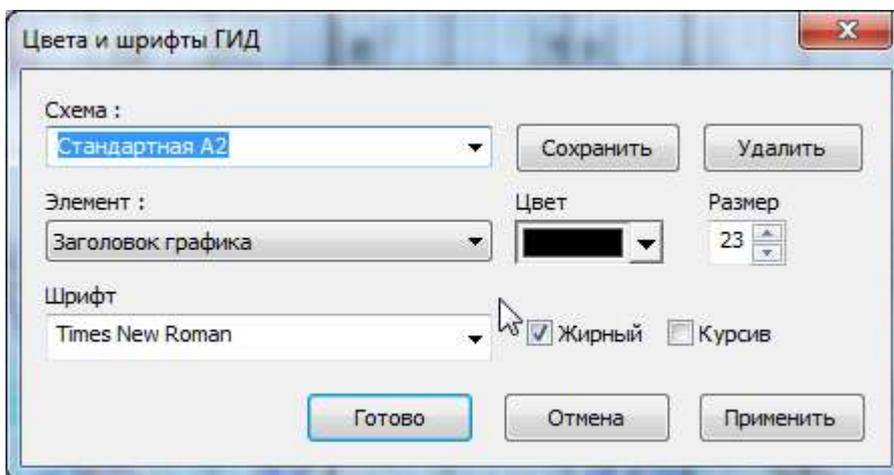

Рис.123. Окно настройки цветов и шрифтов ГИД для печати.
3. При необходимости нажав на кнопку «Цветовая схема» выбрать Схему для печати ГИД В окне Цвета и шрифты ГИД (см. рис.123). Схема для печати подготавливается и настраивается Администратором. Подробно работа с этим окном описана в п.8.2.